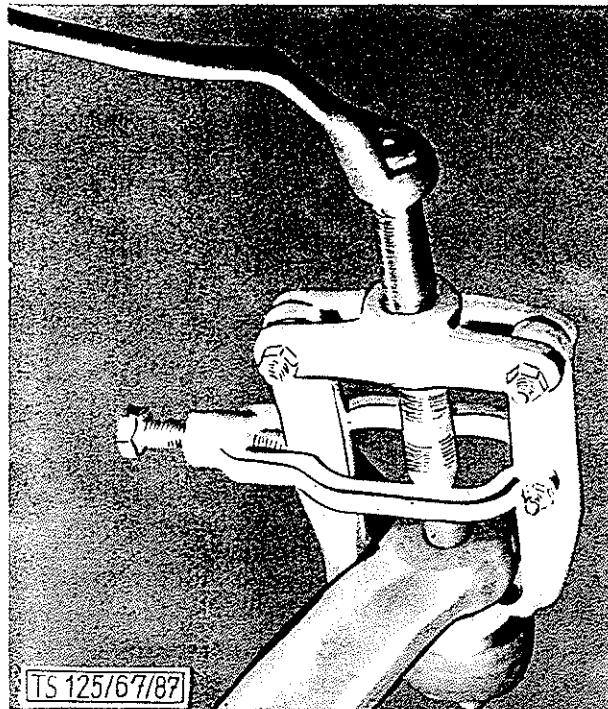

BILD 9: Kugelzapfen mittels Vorrichtung herunterdrücken
5. Lenkschubstange am Lenkhebel lösen. Beim Herausdrücken des Kugelzapfens die Vorrichtung Kukko 204/2 verwenden (Bild 9)
4. Kugelzapfen der Kugelgelenke am Spurstangenhebel und Lenkhebel lösen (Bild 9)